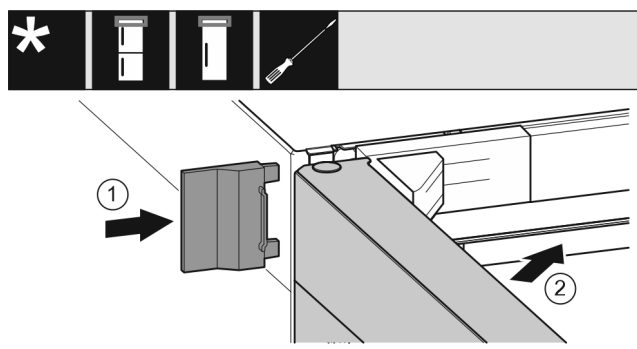

Fig. 60
- ▶ Vnější kryt Fig. 60 (1) nasuňte.
- ▶ Zavřete horní dveře Fig. 60 (2).